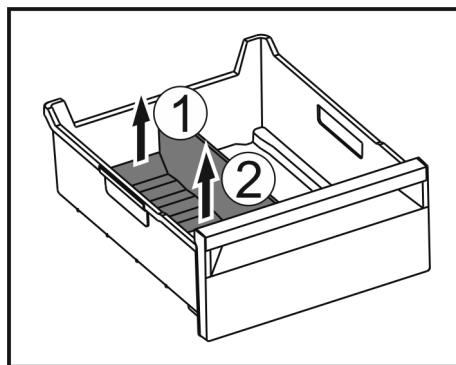

Fig. 170
- ▶ Dvignite zadnji del pregrade predala za led. Fig. 170 (1)
- ▶ Pregrado predala za led odstranite navzgor. Fig. 170 (2)